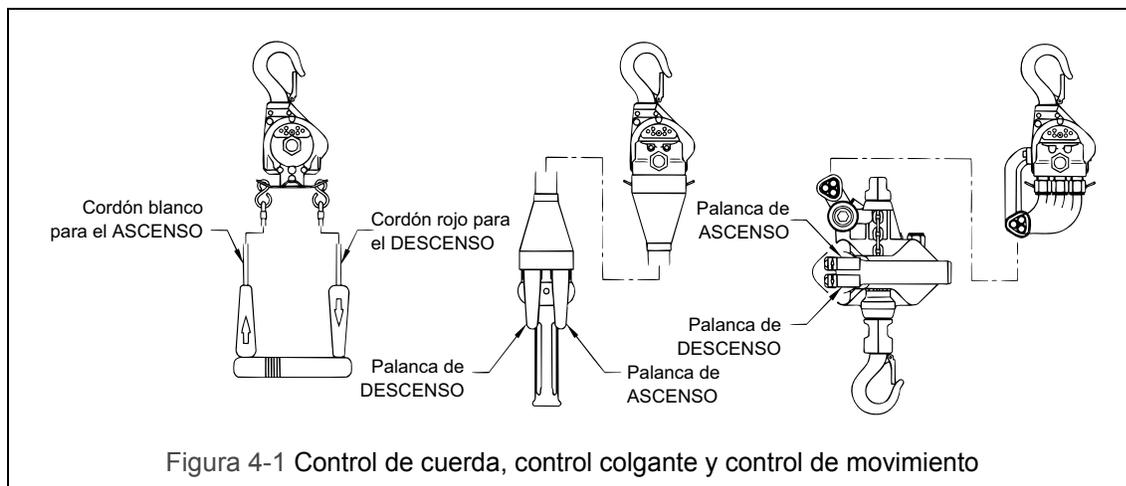

Figura 4-1 Control de cuerda, control colgante y control de movimiento
- 4.3.1 Control de cable - Cuando se usa un polipasto/tecle de cadena con control de cable, jale hacia abajo el cable del color apropiado para hacer ascender o descender la carga. El de color blanco indica el control de elevación y el de color rojo el control de descenso. Libere los cables para detener el polipasto/tecle de cadena. Consulte la Figura 4-1 abajo.
- 4.3.2 Controles colgante y de movimiento - Cuando use el control colgante o de movimiento, oprima la palanca hacia "arriba" para levantar la carga o la palanca hacia "abajo" para bajar el polipasto/tecle de cadena como se muestra en la Figura 4-1 abajo. Para detener el movimiento suelte las palancas.